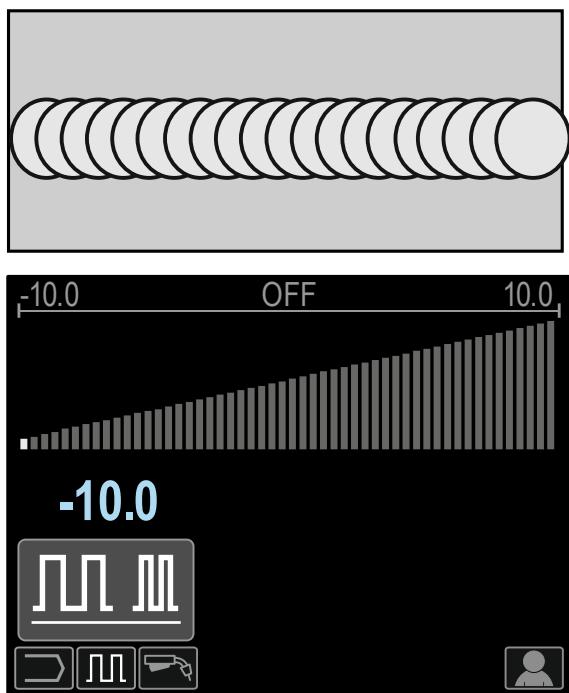

Figure 82
- Fréquence inférieure à 0,0 – Soudure large et vagues de solidification espacées, vitesse d'avance lente. La Figure 82 montre une soudure réalisée avec une fréquence réglée à "-10".